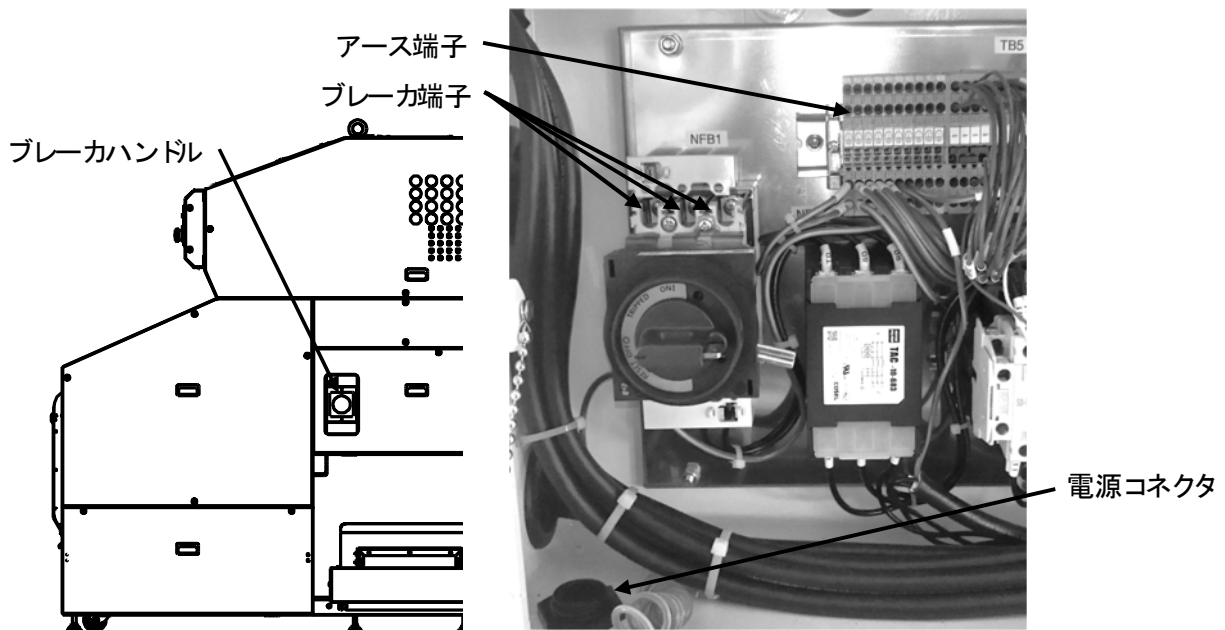

Figure 6-1
#### 6.1.2 電源線の接続 (Figure 6-1)
- ・ アース線（イエローグリーンの線）の外皮をむき、露出した銅線の先端がばらつかないように、電線によって束ね、制御ボックス内のアースターミナルの丸穴へ確実に差込み固定してください。（Figure 6-1,2）